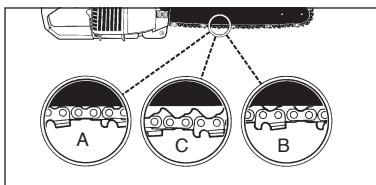

Рис. 6
На Рис. 6 показано как выглядит правильно натянутая цепь в холодном состоянии (A), в процессе работы (B), и, как пример, вид натяжения цепи, нуждающейся в регулировке (C).